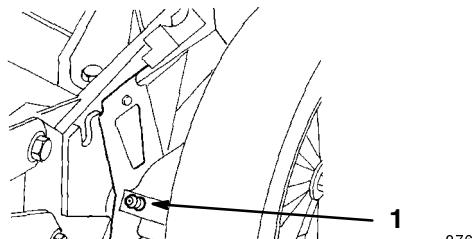

Figure 22
- Essuyer les graisseurs des leviers de réglage de hauteur des roues arrière à l'aide d'un chiffon propre (Fig. 22).